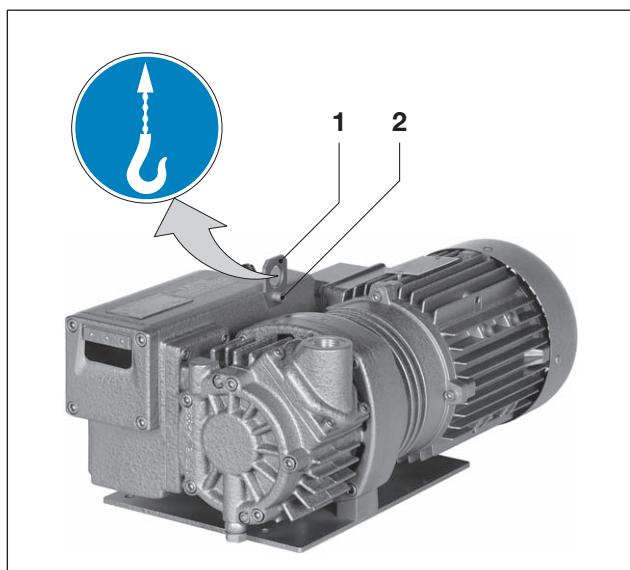

Fig. 1 Lyfta och transportera
- a) Dra åt ringskraven (fig. 1/2) ordentligt på transportögla (fig. 1/1).